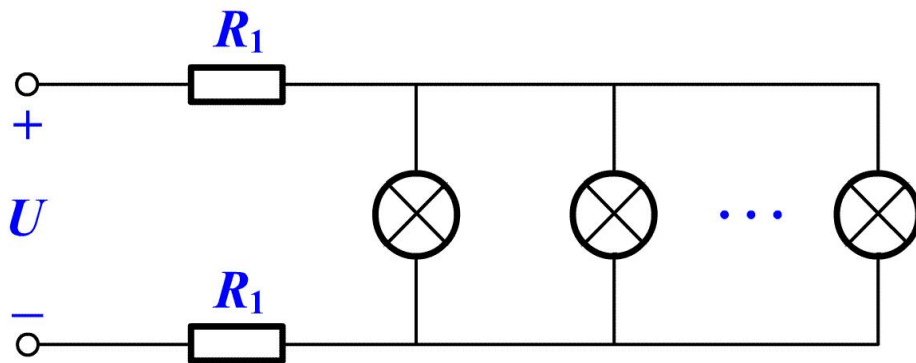

图 2-11 例题2-5
【例2-5】如图 2-11 所示，电源供电电压 $U = 220\text{ V}$ ，每根输电导线的电阻均为 $R_1 = 1\ \Omega$ ，电路中一共并联 100 盏额定电压 220V、功率 40 W 的电灯。假设电灯正常发光时电阻值为常数。试求：(1) 当只有 10 盏电灯工作时，每盏电灯的电压 U_L 和功率 P_L ；(2) 当 100 盏电灯全部工作时，每盏电灯的电压 U_L 和功率 P_L 。